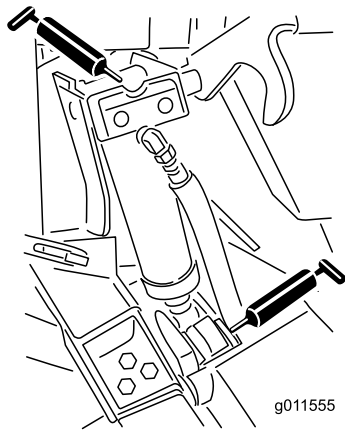

Figura 53
- 4 boccole del cilindro di sollevamento (Figura 53)